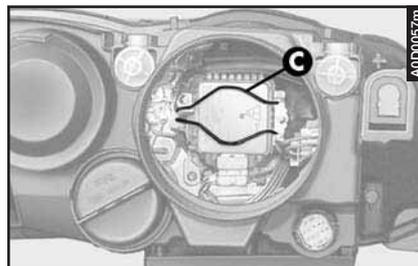

fig. 27
- Sganciare la molletta (C-fig. 27).